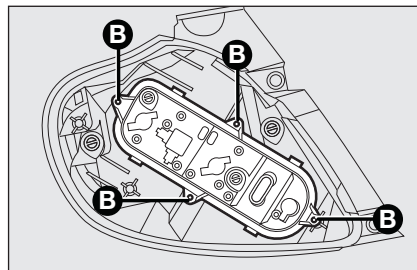

fig. 20
- ☐ extraire la douille de son logement, après avoir dévissé les quatre vis de blocage **B-fig. 20** ;